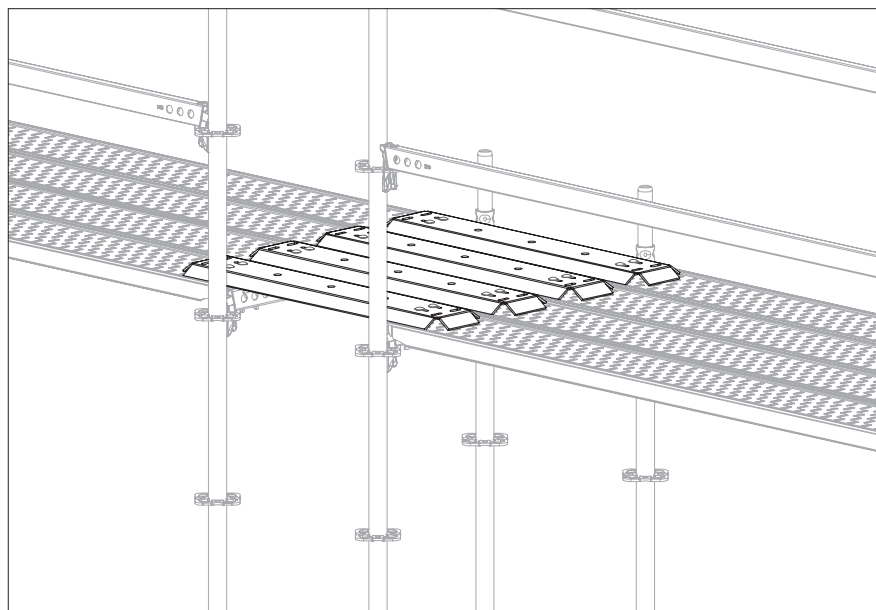

Fig. A7.05b
4. Montare altri pannelli di compensazione nello stesso modo fino a chiudere la fessura nell'impalcato. (Fig. A7.05b)